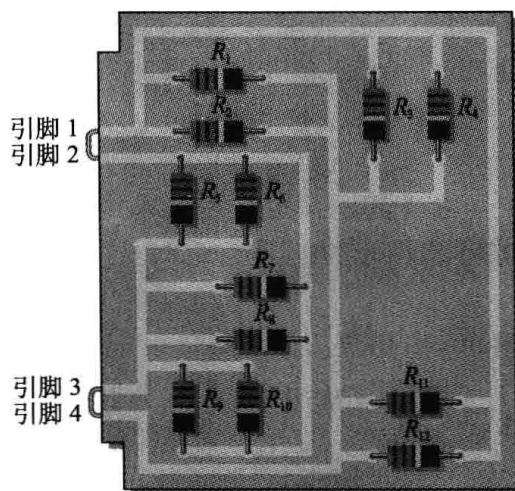

图 5-14 测试题 3 图
3. 对于图 5-14 所示的电路，确定 R_T （引脚 1 和引脚 4 之间）。图中电阻色环的颜色分别为红、红、红、金。注意，引脚 1 和引脚 2 相连，引脚 3 和引脚 4 相连。